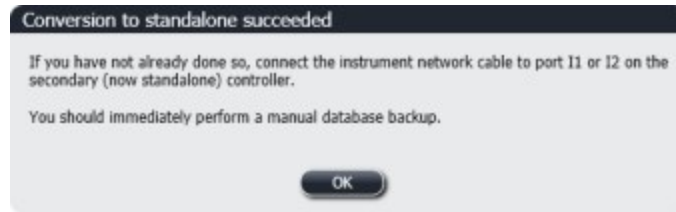

Figure 16-6: Dialogové okno – převod na samostatný režim byl úspěšný
7. Počkejte, až systém potvrdí, že přepnutí na samostatný režim bylo úspěšné (viz Figure 16-6), pak restartujte klinického klienta a přihlaste se k systému jako obvykle.